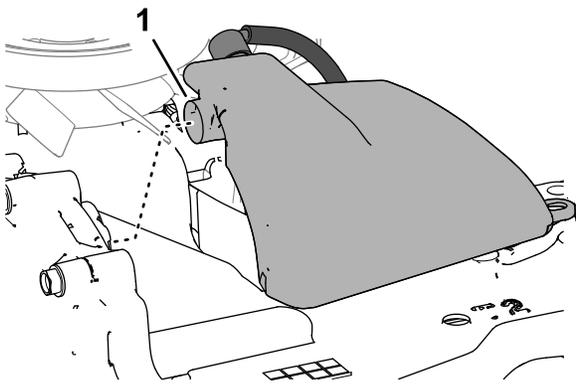

Рисунок 59
3. Снимите расширительный бачок с трансмиссии (Рисунок 59).